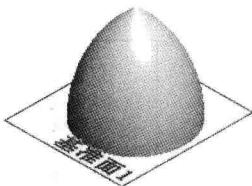

图 2.4 基准面 1
(3) 定义旋转轴线。采用草图中绘制的中心线作为旋转轴线（此时旋转窗口中显示所选中心线的名称）。
(4) 定义旋转属性。
① 定义旋转方向。采用系统默认的旋转方向。
② 定义旋转角度。在 **旋转参数(R)** 区域的文本框中输入数值 360.0。
(5) 单击窗口中的 按钮，完成旋转 1 的创建。
Step3. 创建图 2.4 所示的基准面 1。选择下拉菜单 **插入(I) → 参考几何体(G) → 基准面(E)...**